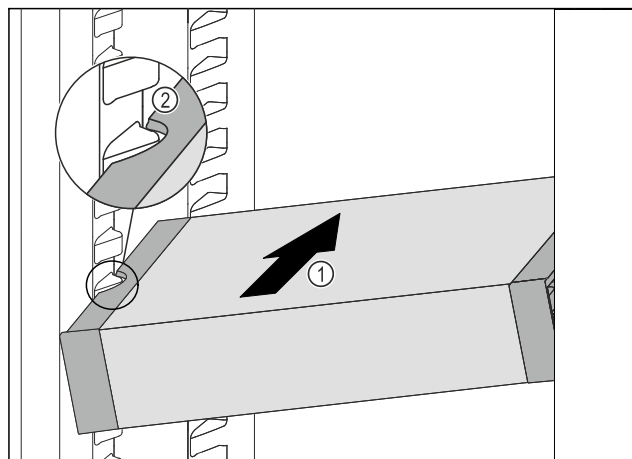

Fig. 155
- Inserire VarioSafe ad angolo nel vano frigorifero Fig. 155 (1), fino a quando le cavità laterali Fig. 155 (2) di VarioSafe non si trovano al livello della nervatura del contenitore nel vano frigorifero.